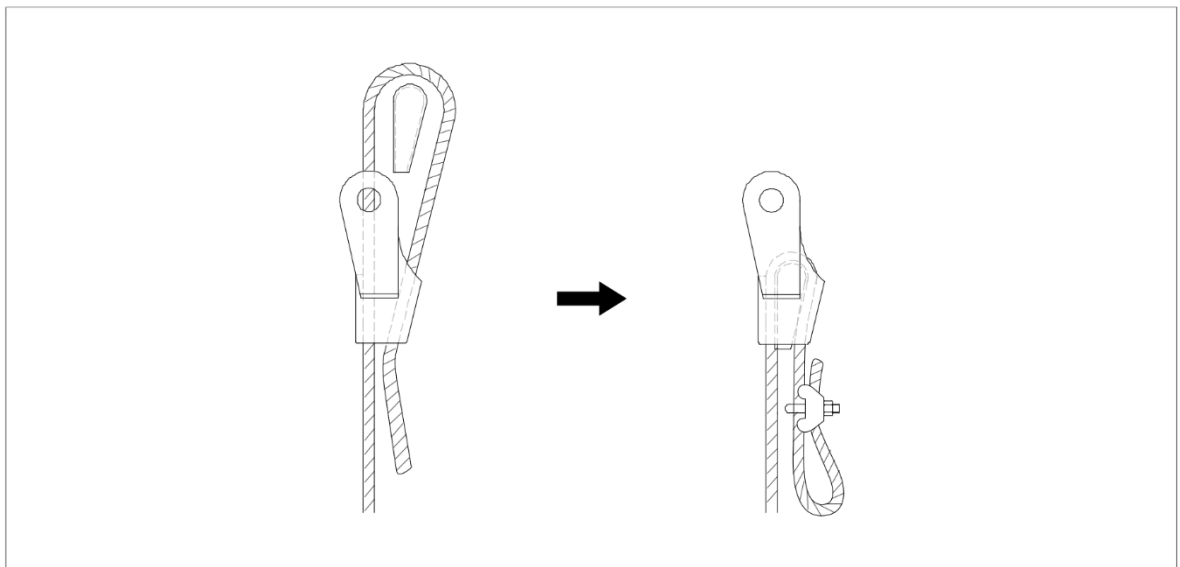

Figura 7-10 Abraçadeira do Cabo
- (c) Instale o soquete e a abraçadeira do cabo de aço. Consulte a figura 7-10.